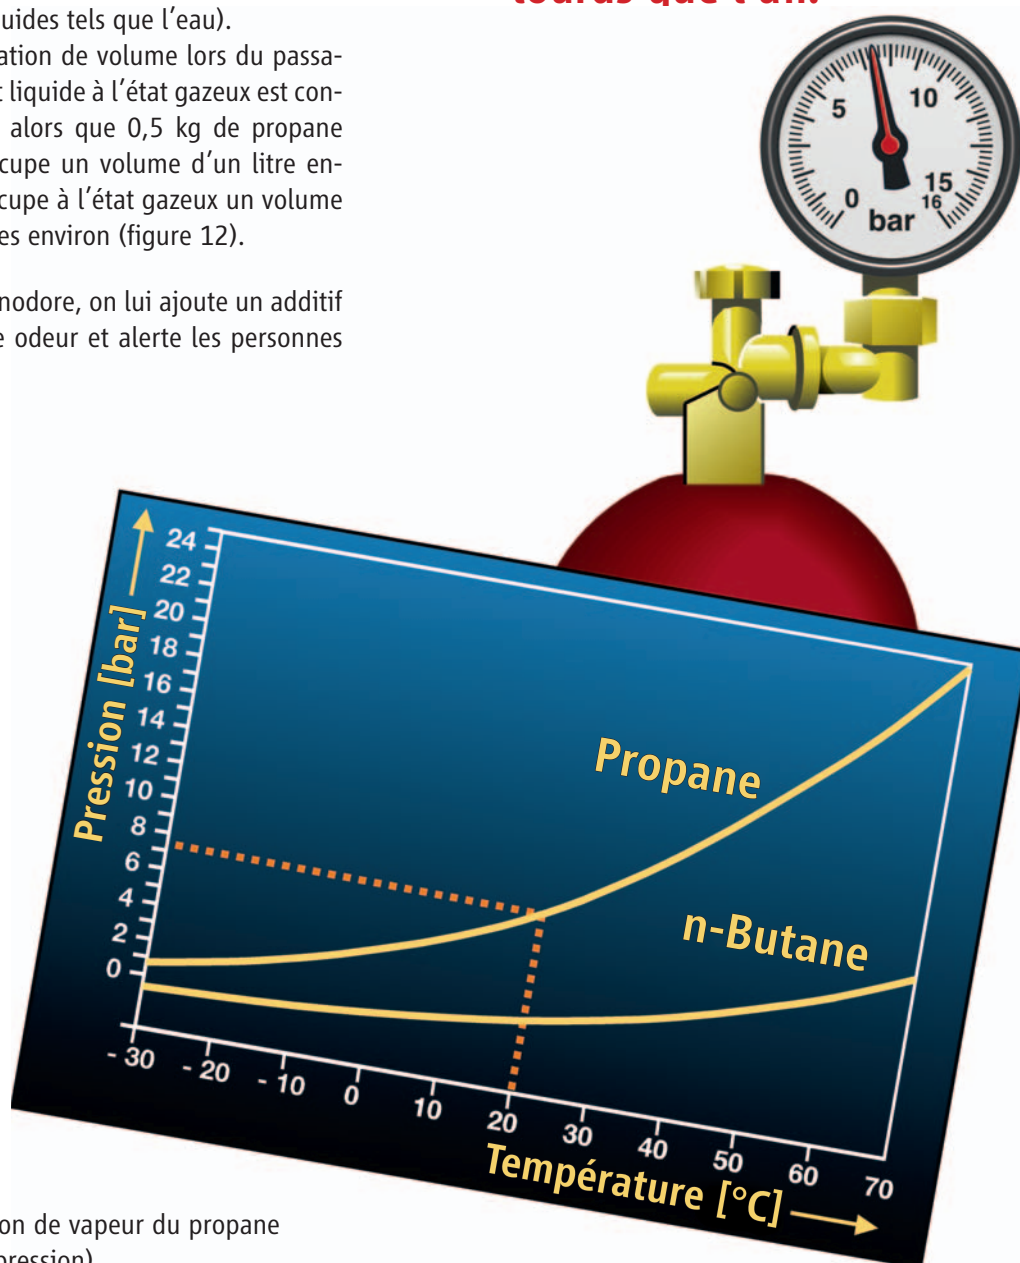

Figure 10 :
- La pression dans les réservoirs de gaz sous pression pour GPL (citernes, bouteilles, par exemple) dépend de la température (voir les courbes de pression de vapeur, figure 10). La surpression du propane, de 7,4 bar environ à 20° C, est de l'ordre de 16,3 bar à 50 °C. Tout échauffement important lié par exemple à un incendie, ou au chauffage interne du réservoir, provoque une élévation de pression considérable dans le réservoir (voir les figures 11 et 15).